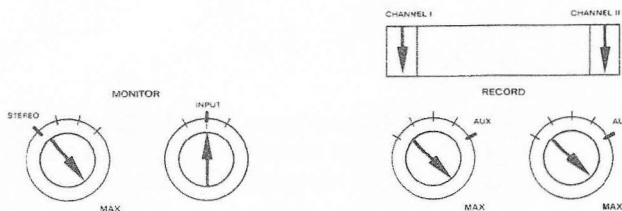

Bild 6.5.-65
- Bedienungselemente nach Bild 6.5.-65 einstellen.